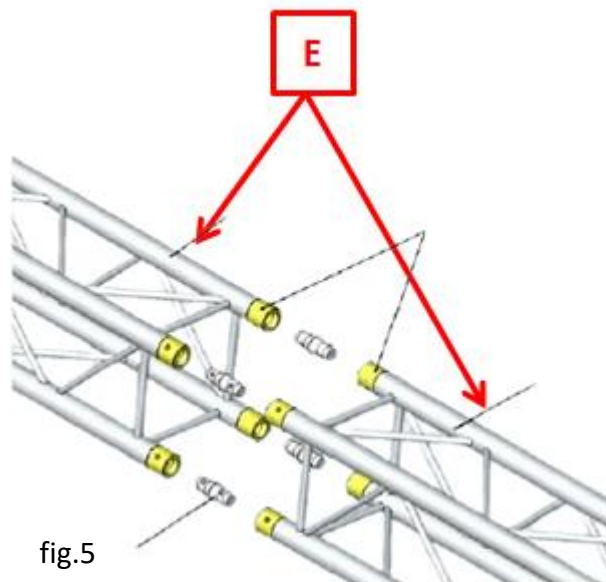

fig.5
b) Assembler les structures SC300 (2 exemplaires) entre elles grâce au kit de jonction, (Rep. E) à l'horizontal (fig.5).